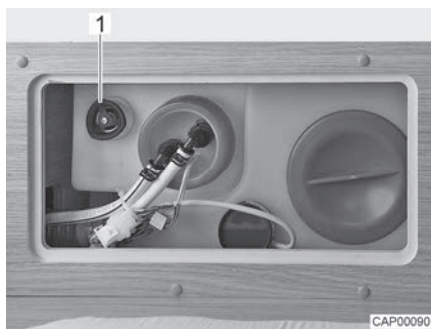

Fig. 142 Depósito de agua con tirador giratorio
- Girar el tirador giratorio (Fig. 142,1) del depósito de agua en sentido contrario a las agujas del reloj sobrepasando la resistencia, para abrir el orificio de salida completamente.